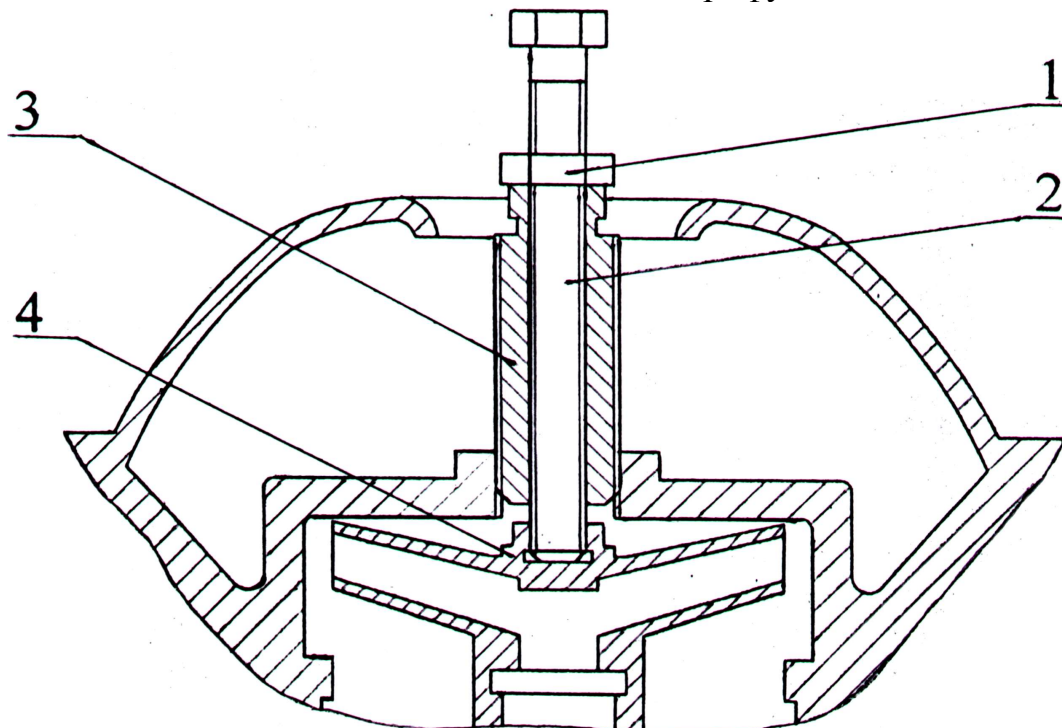

Рис. 9.1.
9.2.2.3. Вместо пробки центрифуги вверните в колпак на 3-4 оборота втулку 3 съемника, входящего в комплект поставки (рис. 9.1).